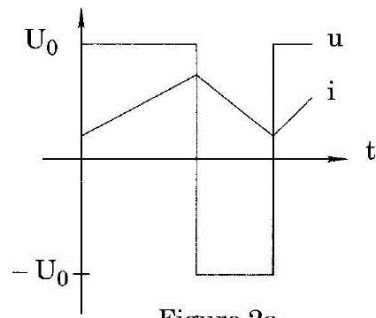

Figure 2a
Le courant  $i$  et la tension  $u$  de l'induit sont orientés de manière à ce que la figure 2a corresponde à un fonctionnement dans le quadrant I.
- 1) Préciser dans quels quadrants fonctionnait la machine lorsque l'on a relevé les oscillogrammes présentés figures 2a, 2b, 2c et 2d.